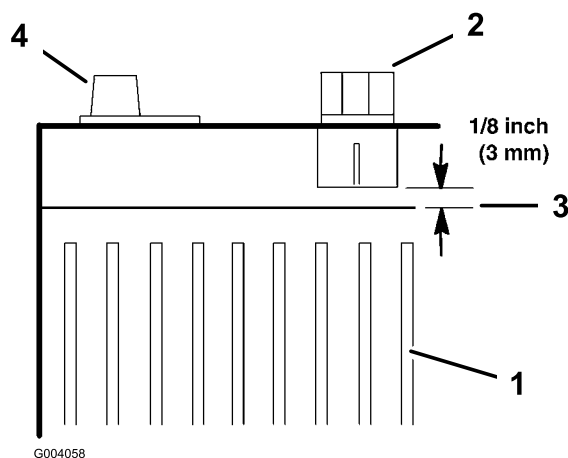

Figura 28
7. Rabboccate con acqua distillata quanto basta per portare il livello dell'elettrolito a 3 mm sotto la base di ogni pozzetto di riempimento (Figura 28).